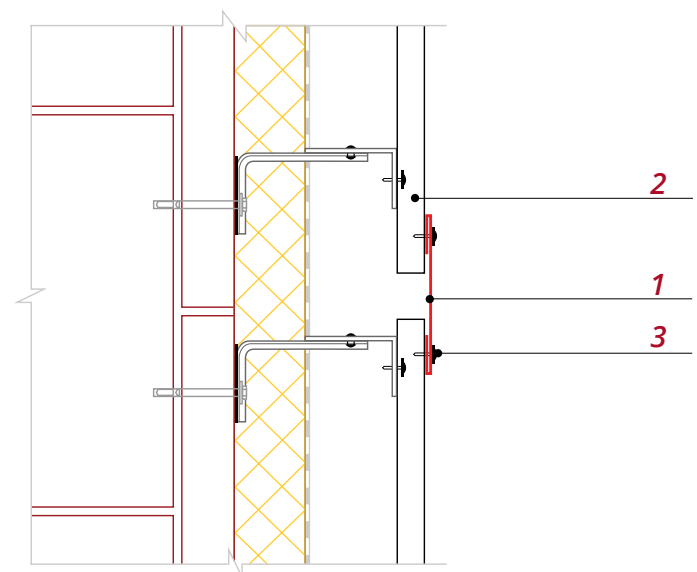

Рис. 16
- Планку стыковочную простую **1** крепите после монтажа панелей сайдинга **2** (рис.16). Рекомендуется использовать саморезы ПШС с окрашенной головкой **3**, вытяжные заклепки или кровельные саморезы 5.5*19.